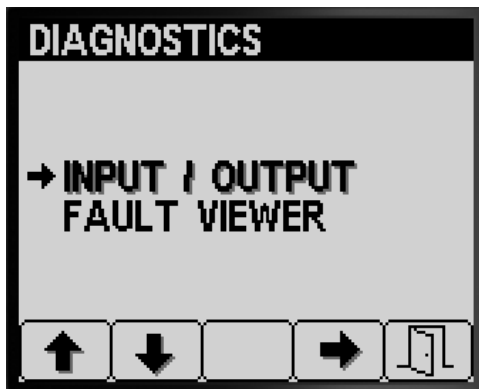

図 84
- 整備画面から、ボタン 1 または 2 を何度か押して INPUT/OUTPUT を選択する 図 84。
- ボタン 3 で INPUT/OUTPUT へ入る 図 84。
- ボタン 5 を押すと INPUT/OUTPUT 画面を終了し、診断画面に戻る 図 84。